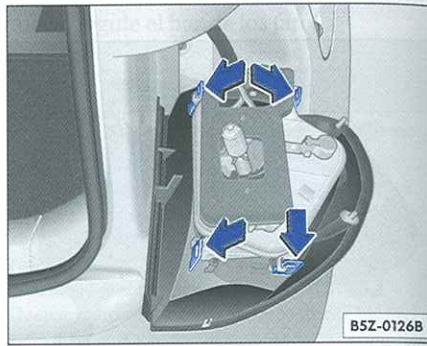

Fig. 157 Soporte de las lámparas en el conjunto luces traseras
- Presione los ganchos ⇒fig. 157 -flechas- y retire el soporte de las lámparas.